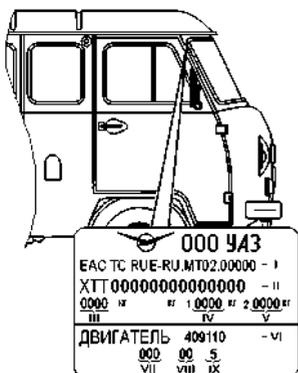

Рис. 1.14. Заводская табличка автомобиля
**Заводская табличка автомобиля 2** (рис. 1.14) установлена внутри кабины на верхней панели передка под правым противосолнечным козырьком и имеет следующие обозначения: